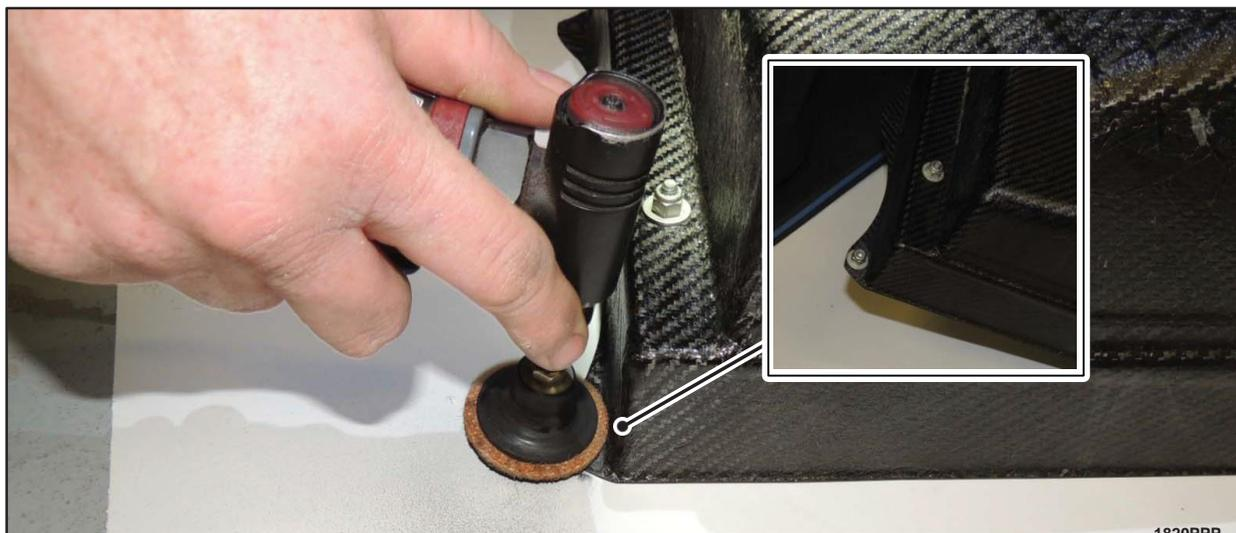

FIGURE 10
12. Préparer les languettes de fixation de la gaine de refroidisseur pour qu'elles conviennent au diamètre des nouveaux écrous à rondelle. (Figure 10)